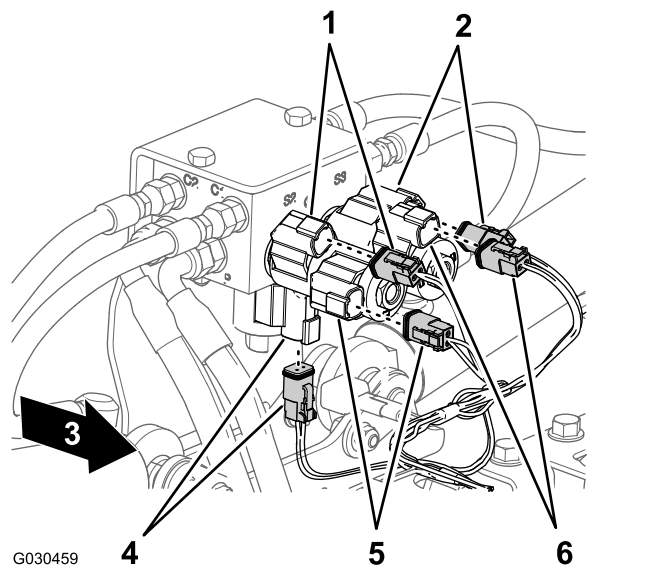

Bild 57
4. Schließen Sie hinten an der Maschine die folgenden 2-Buchsen-Stecker (Bild 57) für den Hubzylinderverteiler wie folgt ab: